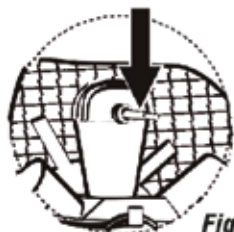

Fig. 7
3. Enrosque el conector al cabezal, coloque el porta filtros y asegúrelo con la mariposa. (Fig. 7, 8 y 9)